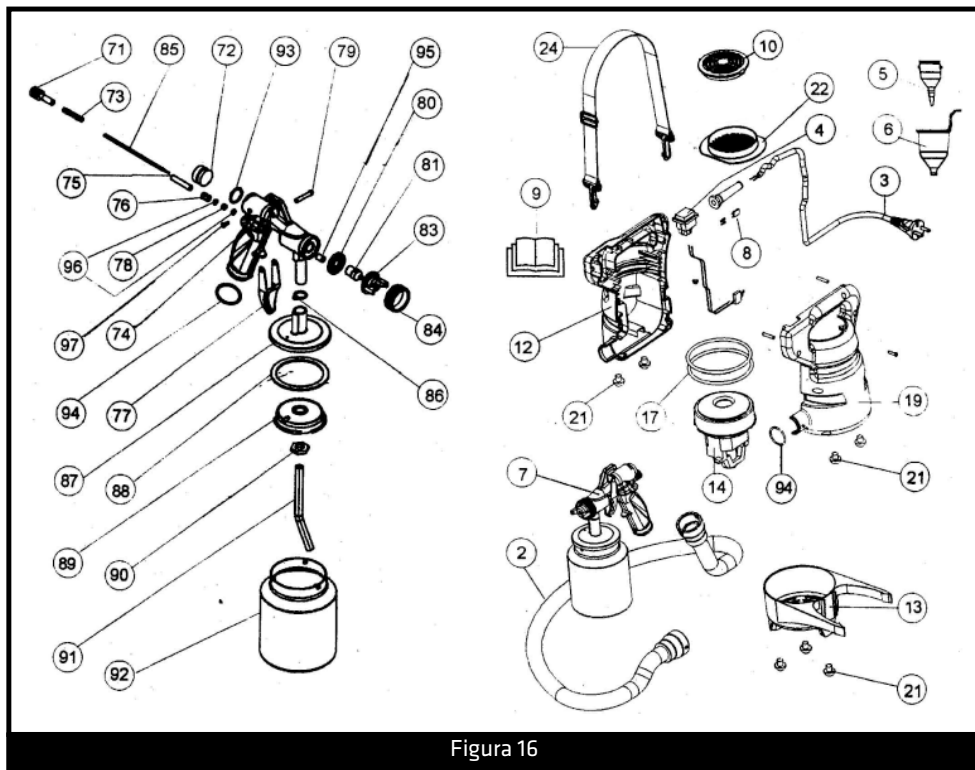

Figura 16
3. Remova a mola (**Figura 16 - Item 73**).
4. Pressione a agulha (**Figura 16 - Item 85**), recomenda-se não usar ferramentas. Se a agulha não soltar facilmente, afrouxe a porca da gaxeta (**Figura 16 - Item 76**) (a borda da agulha (**Figura 16 - Item 75**) pode permanecer dentro)
5. Use uma chave especial para afrouxar o bico interno (**Figura 16 - Item 81**).
6. Remova a arruela plana (**Figura 16 - Item 80**).
- Coloque um pouco de graxa na porca (**Figura 16 - Item 76**) e ajuste cuidadosamente. A agulha deve mover-se livremente.
- Usando a conexão da mangueira (**Figura 16 - Item 2**), a unidade pode ser usada como soprador ou inflador de objetos.